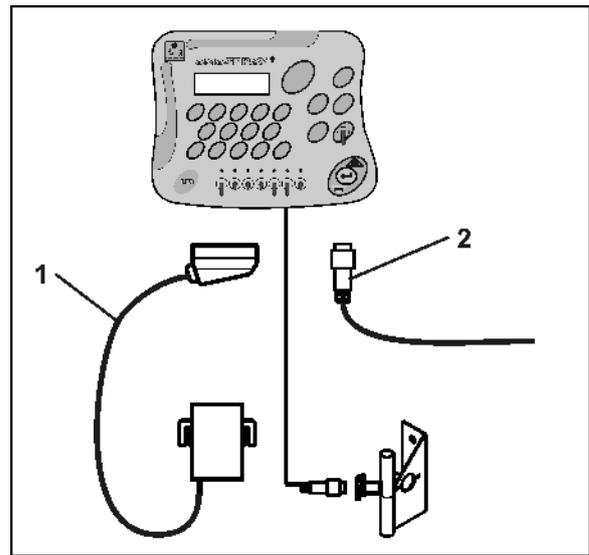

Fig. 3
1. Conectar a máquina montada / anexada ao trator através do conector de máquinas (Fig. 3/1).
Conectar o cabo de sinal da tomada de sinal do trator ou do sensor X (Fig. 3/2) ao **AMASPRAY+**.